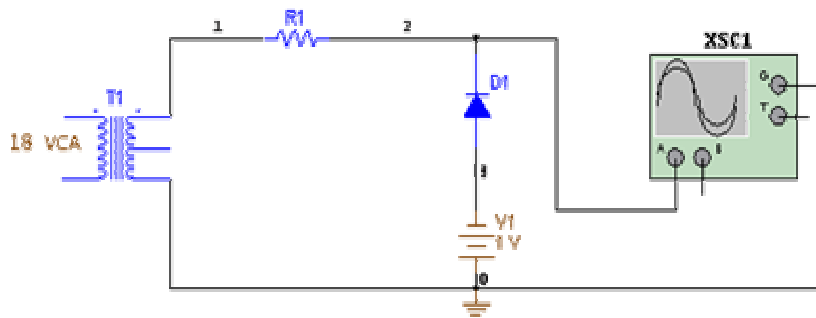

Figura 1
- a) Construya el circuito que se muestra en la figura 1, verificando la polaridad correcta del diodo.